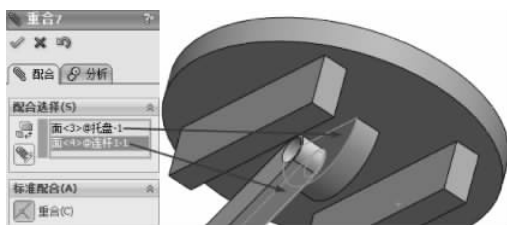

图 3-183 重合配合
(15) 继续进行配合约束,选择【标准配合】选项组下的【重合】配合类型,在【要配合的实体】选择框中选择如图 3-183 所示的面,其他保持默认,单击【确定】按钮,完成重合配合。